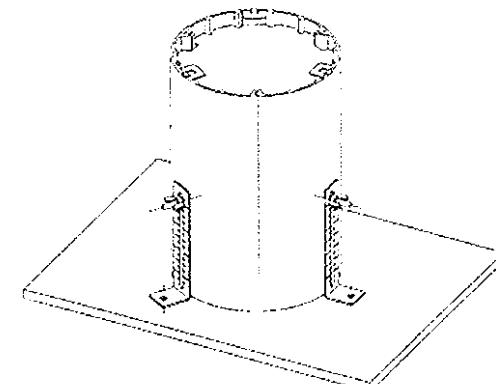

Fig. 9
- Fixer l'ensemble au plancher avec les ferrures appropriées (non fournies). Consulter la Fig. 9.
1. Fijar el conjunto a la base con fijaciones adecuadas (no provistas). Ver Fig. 9.